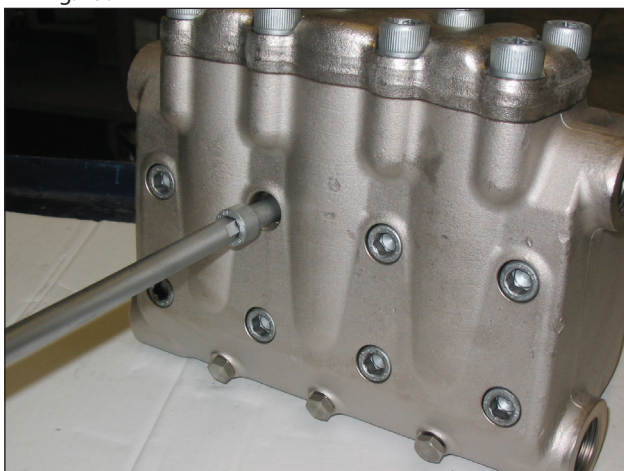

Fig. 29
A) Svitare le viti fissaggio testata M12x150 come indicato in Fig. 29.